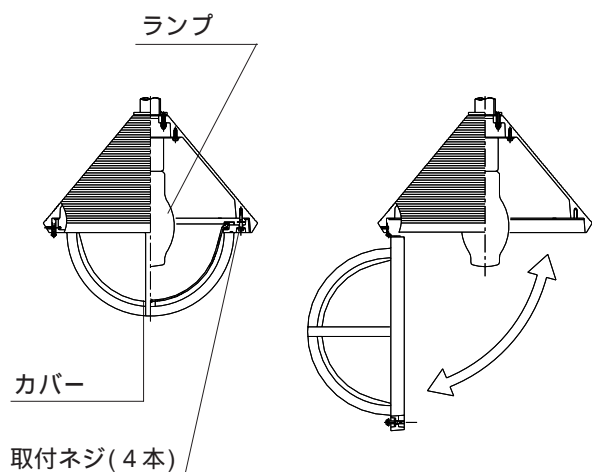

図1
2. カバーを開きます。【図1・2】
- ①片手をカバーの下に添え、取付ネジ（4本）を十分緩めます。
- ②カバーを静かに開きます。